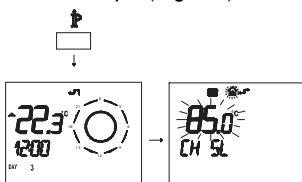

Fig. 2.54
- Нажать на более чем на 3 секунды кнопку IP для вход в режим **ИНФОРМАЦИЯ** ( Fig. 2.54).